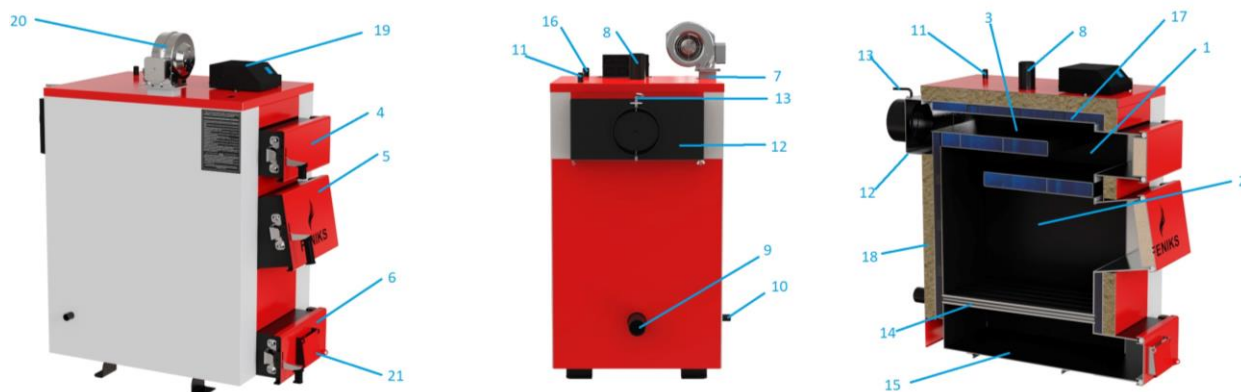

Рисунок 2 – Зовнішній вигляд та основні елементи котла
Конструктивно котел являє собою збірно-зварену конструкцію, що складається з корпусу (поз. 1, рис. 2) з камерою згоряння (топкою) (поз. 2, рис. 2). Конвекційна частина котла складається з триходового теплообмінника (поз. 3, рис. 2) комбінованого типу – двох горизонтальних полиць. Теплообмінник розташований безпосередньо над топкою.
Корпус котла виконаний в формі паралелепіпеду з подвійними стінками, які розділені водними перегородками (поз. 17, рис. 2). На зовнішній поверхні корпуса під декоративною обшивкою закріплена теплова ізоляція. (поз. 18, рис. 2).
Паливо для процесу спалення завантажується на колосникові ґрати (поз. 14, рис. 2) крізь завантажувальні дверцята (поз. 5, рис. 2). Колосникові ґрати виконані з товстостінних безшовних труб по яких постійно циркулює вода з водяної оболонки котла. Згоряння палива в топці відбувається за участю повітря, яке постачається під колосникові ґрати припливним вентилятором (поз. 20, рис. 2). Кількість повітря, необхідного для процесу згоряння, регулюється автоматично блоком автоматики управління (поз. 19, рис. 2), або за допомогою терморегулятора.
Підведення і відведення теплоносія здійснюється відповідно через патрубки зворотної мережної води (поз. 9, рис. 2) і прямої мережної води (поз. 8, рис. 2).
Топочні газы виходять у димохід крізь боров (поз. 12, рис. 2), розташований у задній частині котла. Боров обладнано вбудованим дросельним клапаном продуктів згоряння – шибером (поз. 13, рис. 2). У випадку надто високої тяги у димоході шибер дає можливість її знизити шляхом часткового перекривання вихідного отвору борова.
Зола, яка утворюється в процесі згоряння палива, зсипається в нижню частину корпуса котла в якій розташований зольник (поз. 15, рис. 2).
- з вентилятор та блоком автоматичного управління – припливним вентилятором (поз. 20, рис. 2) під колосникові ґрати по каналу подачі повітря. Кількість повітря, необхідного для процесу згоряння, регулюється автоматично контролером (поз. 19, рис. 2).
У верхній частині корпуса котла розташований штуцер для встановлення запобіжного клапана або групи безпеки котла (поз. 11, рис. 2).
Для можливості встановлення вентилятора зверху корпуса котла, передбачений отвір, який заглушено кришкою (поз. 7, рис. 2).
Ревізійний дверцята (поз. 6, рис. 2), що розташовані на передній стінці котла, необхідні для періодичного чищення колосникових ґрат, а також для можливості спорожнення – зольника.
Для можливості періодичного обслуговування (чищення) теплообмінника передбачені дверцята у верхній частині котла (поз. 4, рис. 2).
Регулятор тяги необхідно приєднати до патрубку з внутрішньою різьбою, який знаходиться у верхній частині корпусу (рис. 2). Різьбове з'єднання при цьому потрібно ущільнити. Регулятор повернути таким чином, щоб наконечник для закріплення шестигранного важеля (з комплекту регулятора) був направлений вправо.